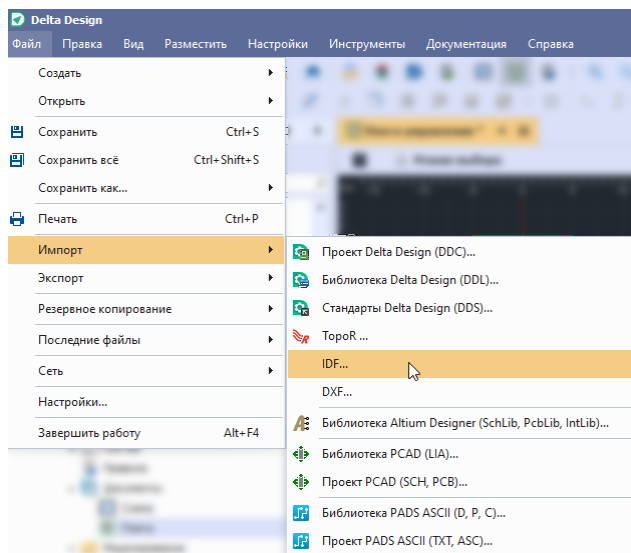

Рис. 85 Запуск импорта в формате idf
3. Выбрать тип источника импорта из главного меню «Файл» → «Импорт» → «IDF...», см. Рис. 85.